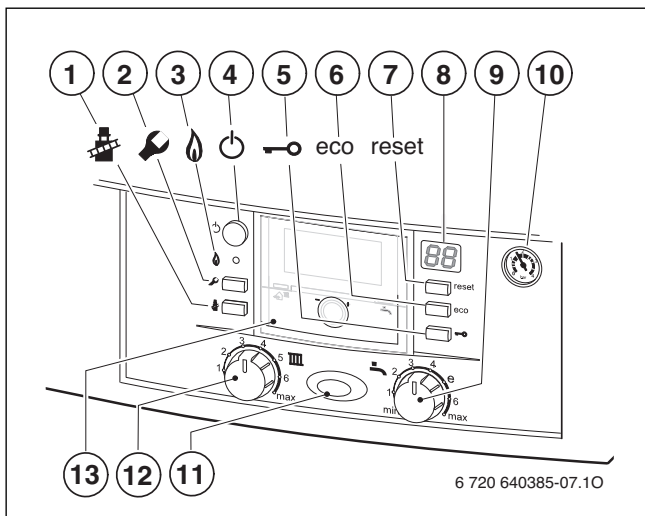

Fig. 7 Elementi di comando
- centralina climatica modulante (FW ...) con sonda di temperatura esterna, installata sul frontale della caldaia (opzionale), (→ Fig. 7, Pos. 13, Pag. 16).